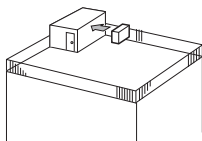

Fig. 2-4
- ① Fordítsa a levegőkiáramló nyílást a legközelebbi fal felé, attól mintegy 35 cm-re. (Fig. 2-4)